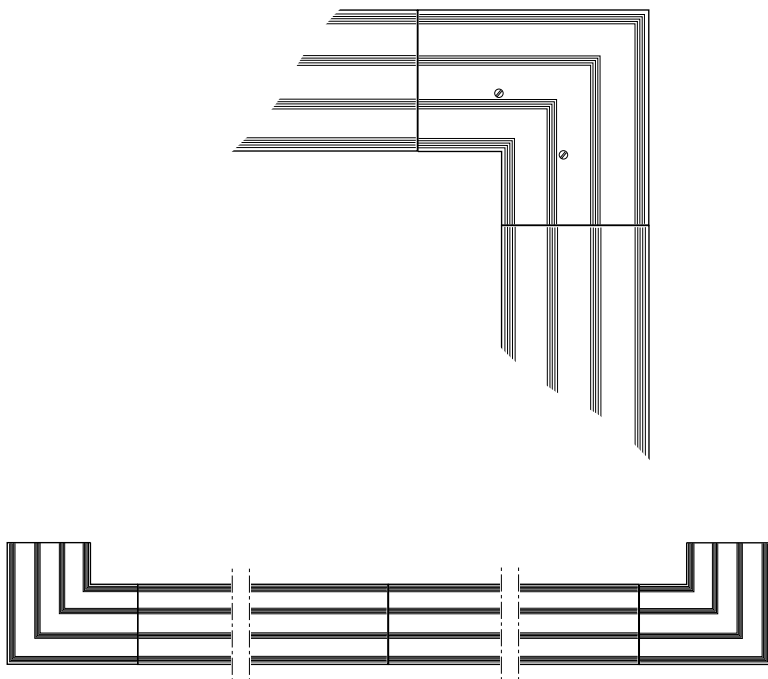

Bild 33. Montering av aluminiumsarg
1. Börja med att skruva fast de fyra hörnen på sina platser. Hörnen skall fästas med två skruvar från utsidan och två skruvar från ovansidan, se bild 33. Innan hörnen dras fast skall hörnblecken skjutas upp mellan hörnet och skenans utsida. Hörnblecken skall fästas med fyra skruvar som finns med i leveransen.
2. Kapa in och skruva fast täcksarglängderna. Sargen skall skruvas fast i bakkanten med de bipackade skruvarna enligt bild 33. Borra skruvhål c-c 60 cm genom sargens bakre fläns och löpskenan. Använd 2,9 mm borr samt försänkare. Se till att borren inte kan skada matarslangen. Sargen fästs genom att man hakar i löpskenans framkant, fäller ner över löpskenans bakkant och drar fast med den skruven.